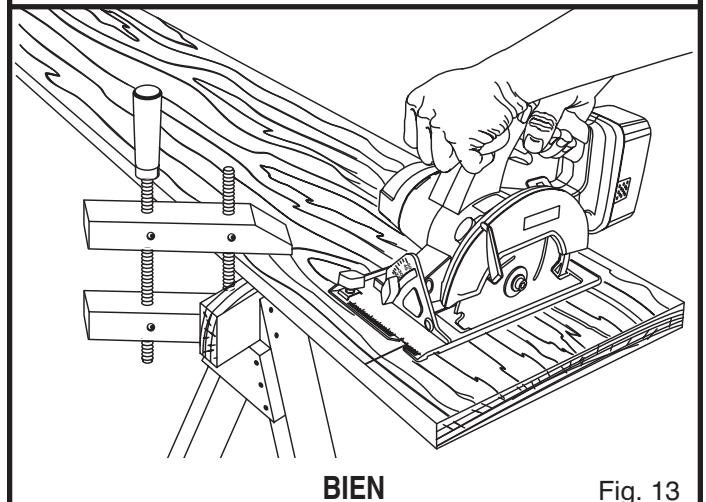

Fig. 13
**Sachez comment vous servir correctement de votre scie.** Voir figure 13.